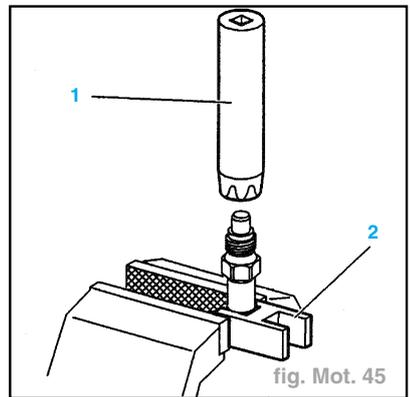

fig. Mot. 45
- Fixer le porte-injecteur et l'outil (2) **7008-TA** dans un étau (fig. Mot. 45).
- Desserrer le porte-injecteur en utilisant la douille (1) **7007-T**.